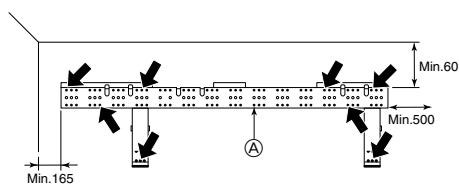

Fig. 3-4
- ▶ La structure de montage doit être attachée à ses deux extrémités et au centre, si possible. Ne jamais la fixer à un seul endroit ou de manière asymétrique. (Si possible, attacher la structure à tous les points indiqués par une flèche en caractères gras.) (Fig. 3-4)